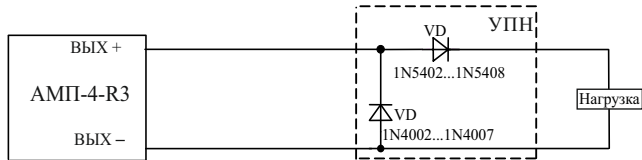

Рисунок 8
4.3.1 Выходы ВЫХ. 1, ВЫХ. 2 для обеспечения контроля целостности выходных цепей в разрыв выходной цепи непосредственно к нагрузке должно быть подключено устройство подключения нагрузки (далее – УПН) в соответствии со схемой (рисунок 8).